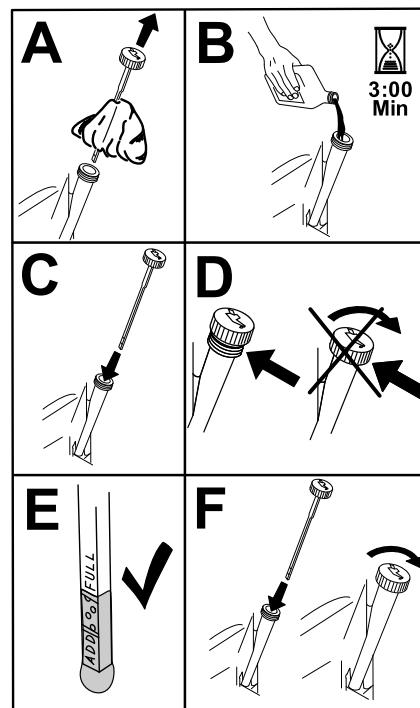

Bild 36
6. Gießen Sie langsam ungefähr 80 % der angegebenen Ölsorte in den Einfüllstutzen und füllen Sie dann vorsichtig mehr Öl ein, um den Ölstand an die **Voll**-Markierung zu bringen (Bild 36).